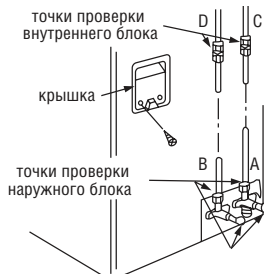

Рис.12
- Перед пробным пуском кондиционера полностью откройте все клапаны, иначе производительность его работы будет низкой и может возникнуть неисправность (рис.12).